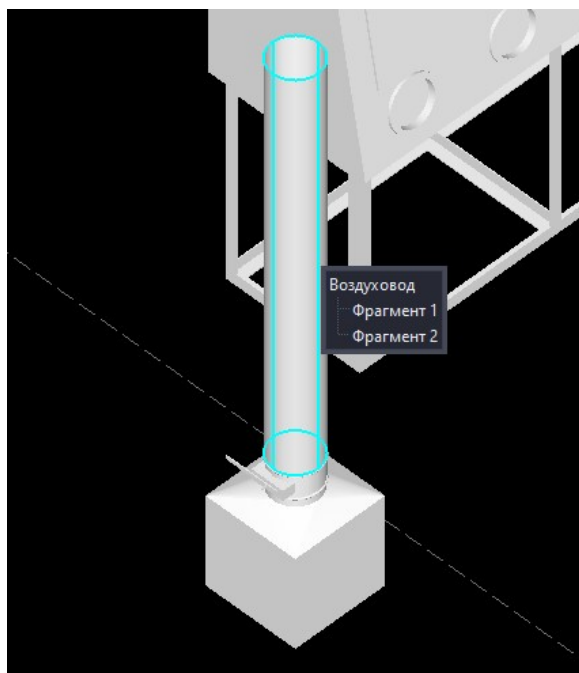

Рисунок 6.2 – Список для выбора элемента (фрагмента) 3D модели в видовом окне.
- выбором на 3D модели из списка, который появляется при наведении курсора мыши на объект или группу объектов (см. рис. 6.2).